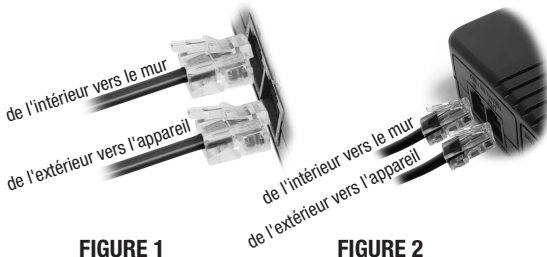
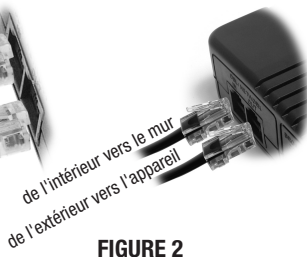

FIGURE 1
FIGURE 2
- Branchez votre ligne de téléphone, télécopieur, modem ou réseau de la prise murale à la borne «ENTRÉE» du protecteur contre les surtensions. Branchez le câble téléphonique RJ11 (voir fig. 1) ou le câble de réseau CAT5 (voir fig. 2) dans la prise «SORTIE» sur le protecteur contre les surtensions et branchez l'autre bout du câble téléphonique RJ11 ou du câble de réseau CAT5 à la borne du téléphone, télécopieur, modem ou du dispositif que vous souhaitez protéger.